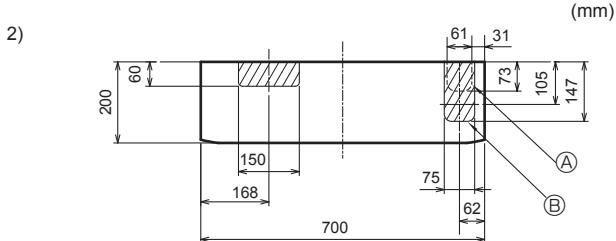

Fig. 3-8
- 2) **Para tubagem para baixo ou esquerda para baixo (Fig. 3-8)**